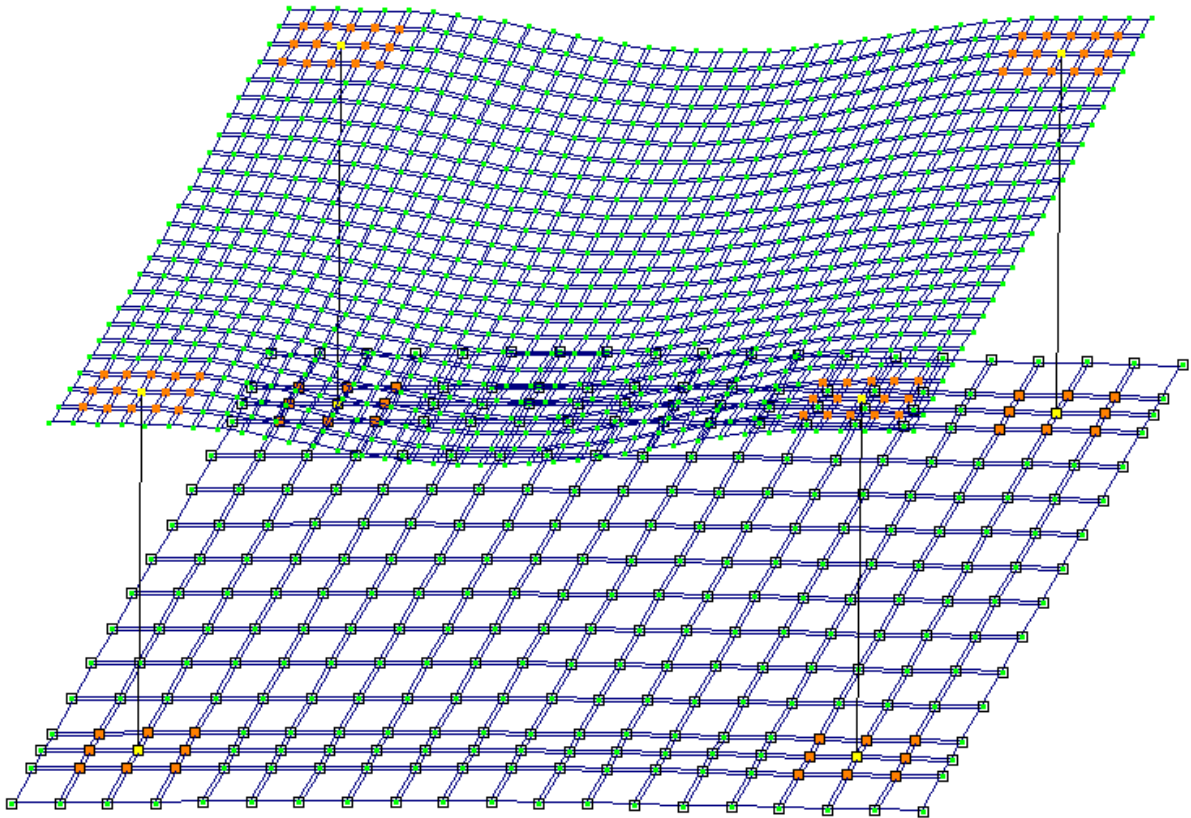

Рис. 9.35. Розрахункова схема з урахуванням переміщень вузлів
- В режимі перегляду результатів розрахунку за умовчанням розрахункова схема відображується з урахуванням переміщень вузлів (рис. 9.35).